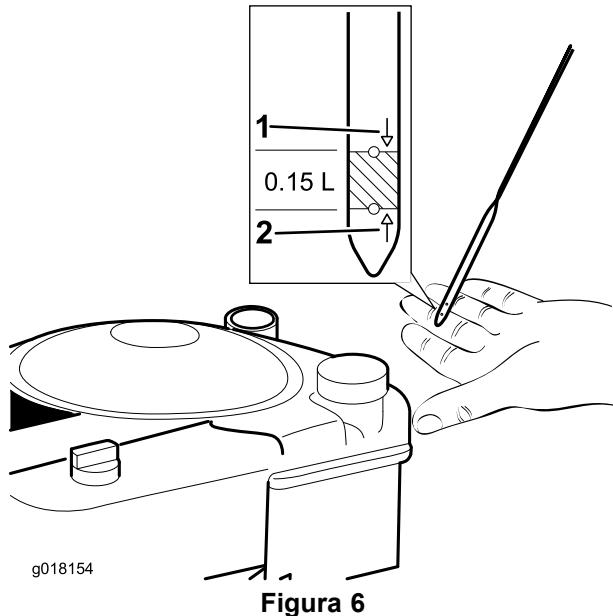

Figura 6
2. Lentamente deite óleo no tubo de enchimento do óleo, aguarde 3 minutos, verifique o nível do óleo na vareta ao limpar a vareta e, depois, introduza totalmente a vareta no tubo (Figura 6)
3. Encha o motor com óleo até a vareta indicar que o nível de óleo do motor está correcto, como indicado em Figura 6. Se encher demasiado o motor com óleo, retire o óleo em excesso, tal como indicado em Mudança do óleo do motor (página 14).
1. Retire a vareta do óleo (Figura 6).